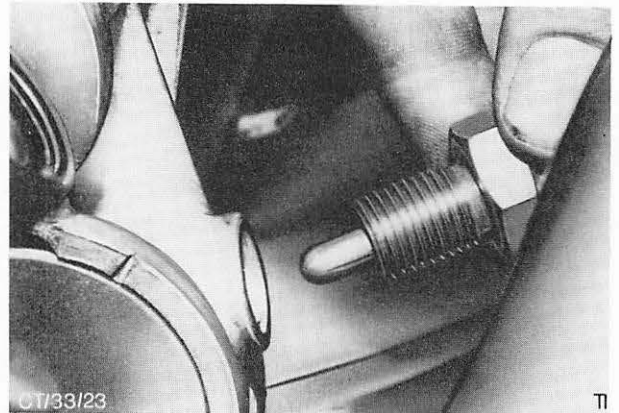

Abb. 64 Lage des Schalters
3. Kabel abklemmen und Schalter aus der Getriebeverlängerung herausrauben, Abb. 64.